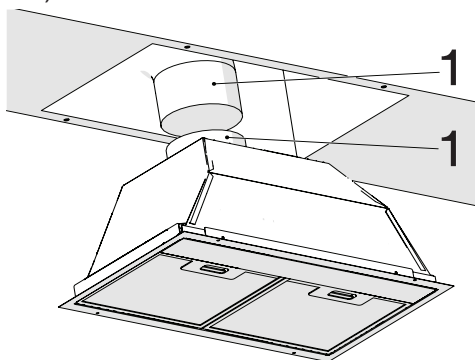

Рис. 4
- Подсоедините трубу выпуска воздуха к вытяжной трубе и закрепите ее хомутом (Рис. 4).